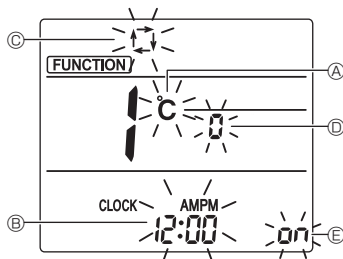

Fig. 4-11
L'écran Réglage de l'affichage s'affiche. (Fig. 4-11)
4.12.2. Changement de l'unité de température (Fig. 4-11 (A))
4.12.3. Changement de l'affichage de l'heure (Fig. 4-11 (B))
4.12.4. Changement du mode AUTO (Fig. 4-11 (C))
4.12.5. Changement du n° de paire (Fig. 4-11 (D))